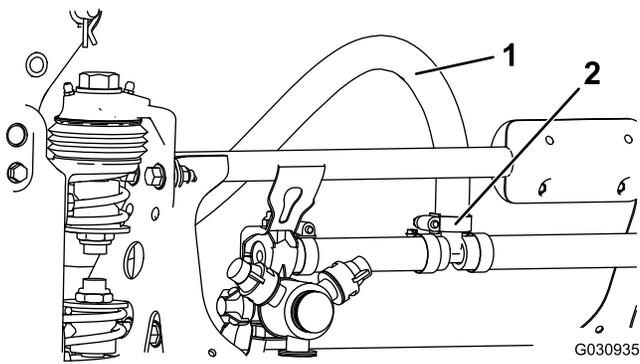

Bild 2
5. Lösen Sie die Schlauchklammern der beiden Schläuche, die an den linken und rechten Ausleger angeschlossen sind und entfernen Sie die Schläuche (Bild 2).